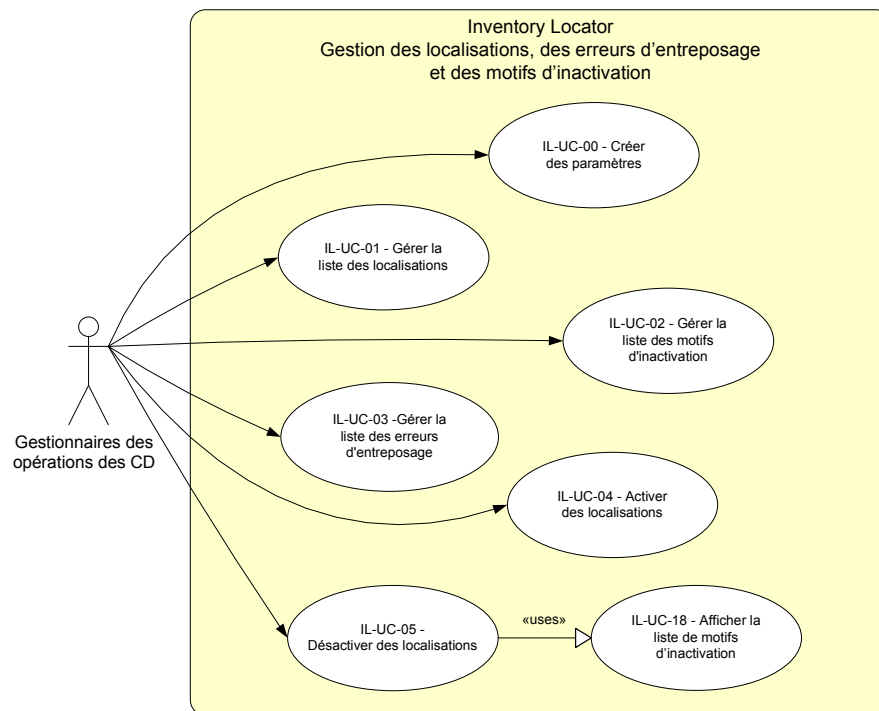

Figure 2 : Gestion des localisations, des motifs d'inactivation et des erreurs d'entreposage
1. La gestion des localisations, des motifs d'inactivation et des erreurs d'entreposage (Voir figure2).